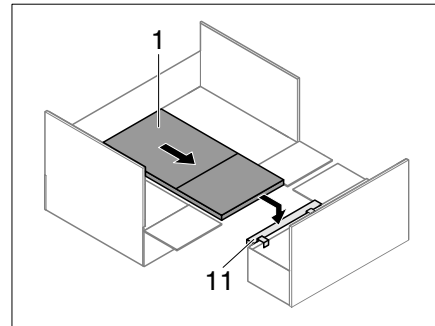

Fig. 231 Tavolo su supporto della base letto
- Agganciare il supporto della base letto (Fig. 231,11).
- Estrarre il tavolo sospeso (Fig. 231,1) e posizionarlo sul supporto della base letto (Fig. 231,11).